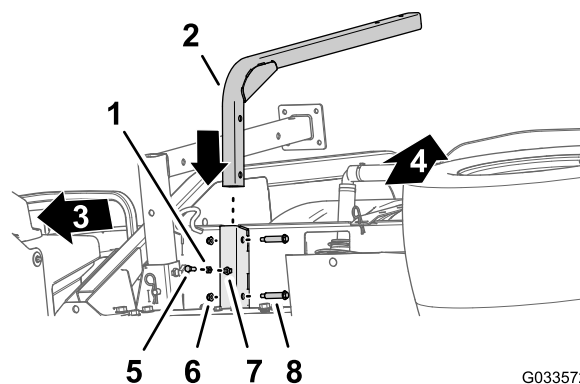

Figure 46
1. Alignez le tube de support du réservoir d'eau douce sur le profilé de support du réservoir (Figure 46).
2. Alignez les trous du tube de support et les trous du profilé (Figure 46).
3. Fixez le tube sur le profilé (Figure 46) à l'aide des 2 boulons à épaulement (1/2 x 1-15/16 po) et des 2 contre-écrous à embase (5/16 po).
5. Vissez l'écrou de blocage (5/16 po) sur le boulon (5/16 x 1 po), comme montré à la Figure 46.
6. Vissez le boulon (5/16 x 1 po) et l'écrou de blocage dans l'écrou soudé au bas du profilé de support du réservoir, et serrez le boulon et l'écrou de blocage à la main (Figure 46).